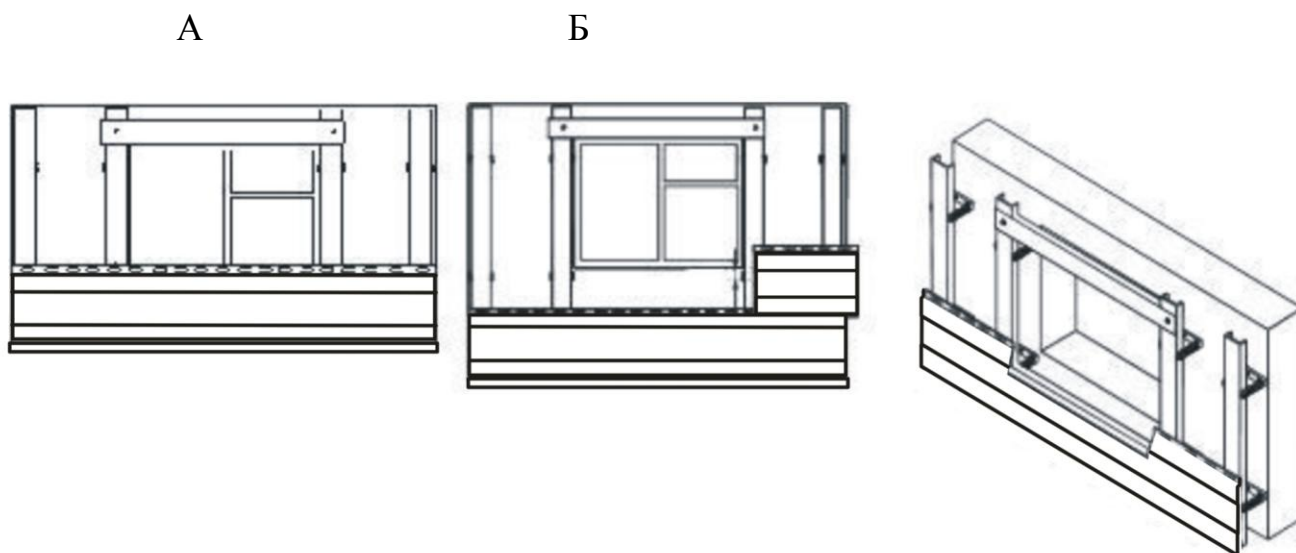

Рис. 6. Подгонка сайдинга под окно.
- Сначала примерьте панель, чтобы края выступали с обеих сторон оконного проема. Затем отметьте на ней ширину окна, добавив 6-10 мм. Полученные отметки покажут места вертикальных отрезков. (рис. 6а)
- Сделайте образец горизонтального отреза. Для этого укрепите небольшой кусок сайдинга возле окна и сделайте на нем отметки на 6 мм ниже подоконника (рис. 6б) с обеих сторон проема окна, поскольку нет уверенности, что уровень окна идеален.